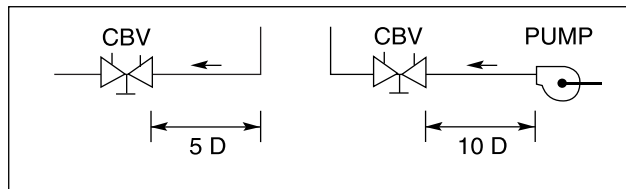

图 1
3. 为了确保测量的准确性，平衡阀门（CBV'S）阀门要安装在任何连接件下游至少五倍管径处和任何泵下游至少十倍管径处（如图 1 所示）。